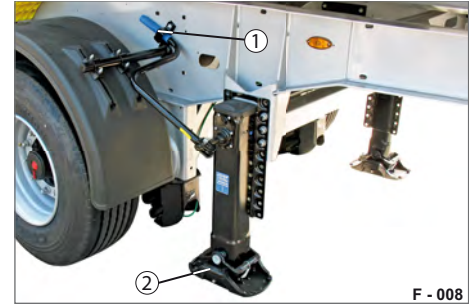

Abb. 30 Stützbeine hochgefahren
- ▶ Prüfen Sie vor Fahrtantritt, dass die Stützbeine (Abb. 30/2) komplett hochgefahren sind und die Handkurbel (Abb. 30/1) gesichert ist.